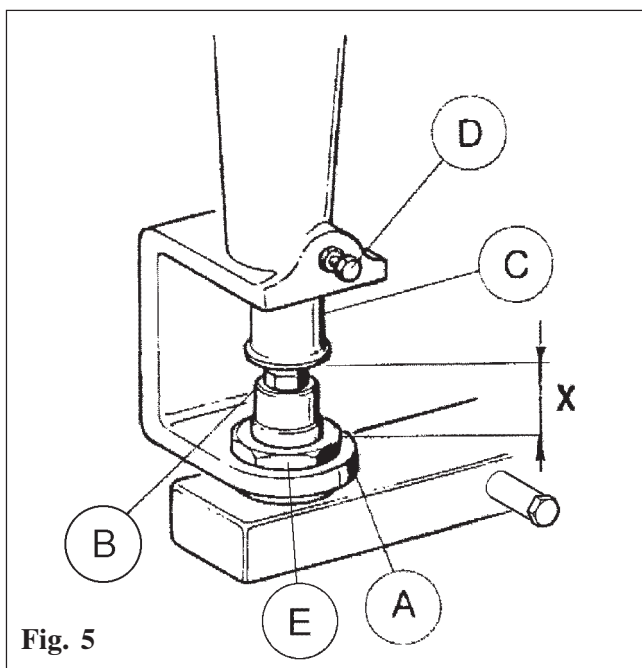

Fig. 5
F) Brûleur (fig. 5)
- Dévisser l'écrou (Fig. 5 rep. E)